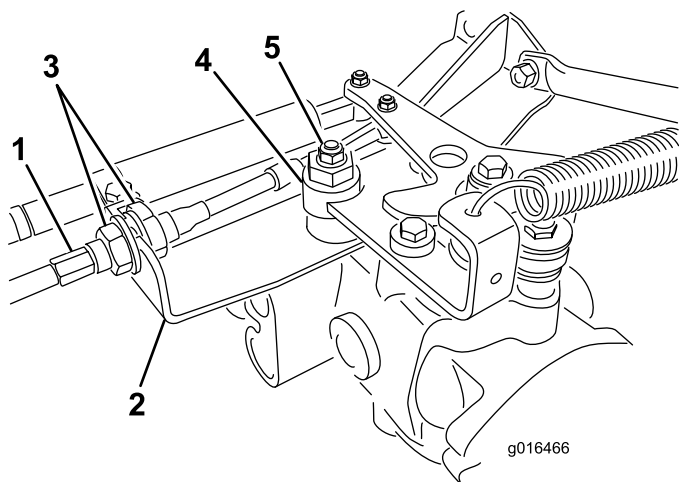

Figure 43
- A. Desserrez les écrous de blocage qui fixent le câble de commande de transmission à la cloison sur l'hydrostat (Figure 43). Desserrez les écrous de blocage uniformément et suffisamment pour permettre le réglage.
- B. Desserrez l'écrou de fixation de l'excentrique en haut de l'hydrostat (Figure 43).
D. Tournez l'excentrique jusqu'à ce que la roue ne tourne plus dans aucune direction. Lorsque la roue arrête de tourner, serrez l'écrou pour bloquer l'excentrique et le réglage (Figure 43). Vérifiez le réglage avec la commande d'accélérateur en position bas régime, puis haut régime.
E. De chaque côté de la cloison, serrez les contre-écrous **uniformément** pour fixer le câble de transmission à la cloison (Figure 43). Ne tordez pas le câble.